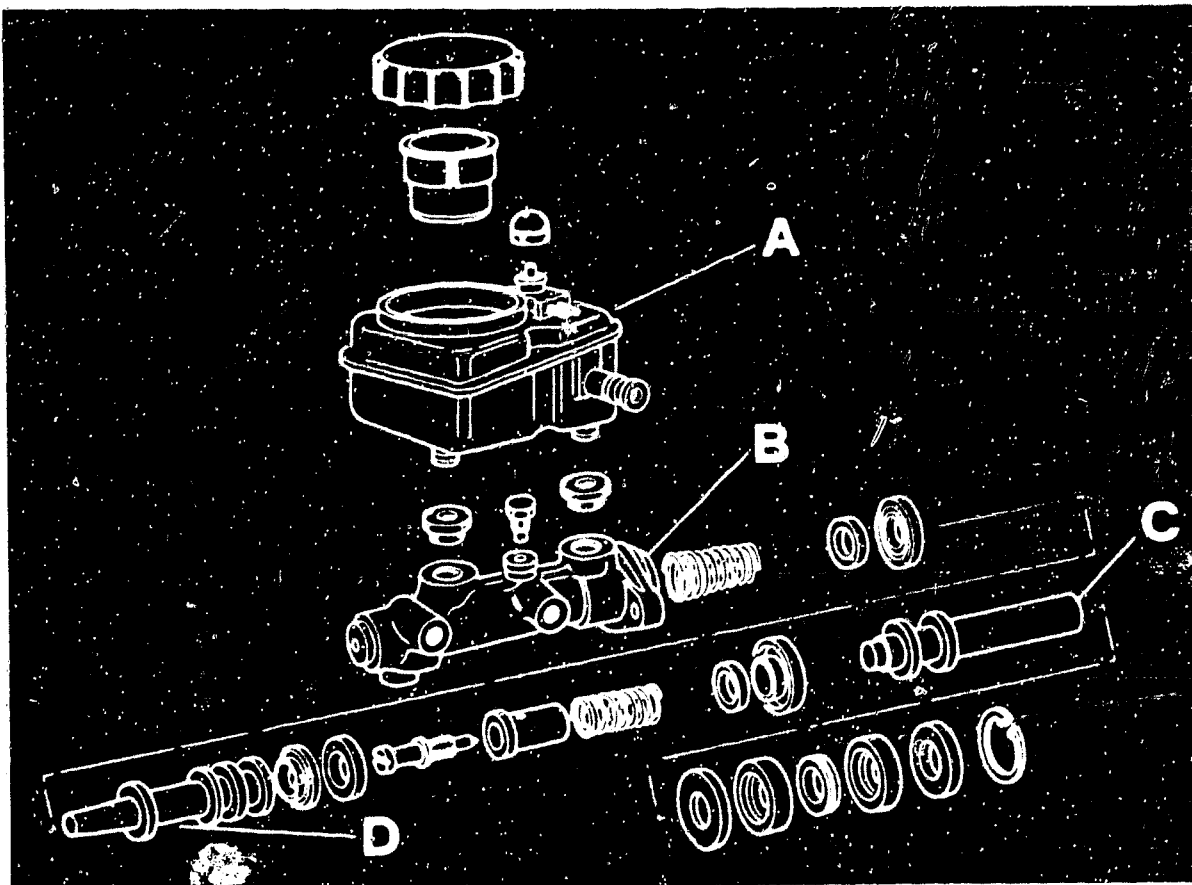

Bild 38 Einzelteile des Hauptbremszylinders (Ate) in der Einbau-Reihenfolge.
a) Der **Hauptbremszylinder** lässt sich in gewohnter Weise ausbauen und revidieren (Bild 38).